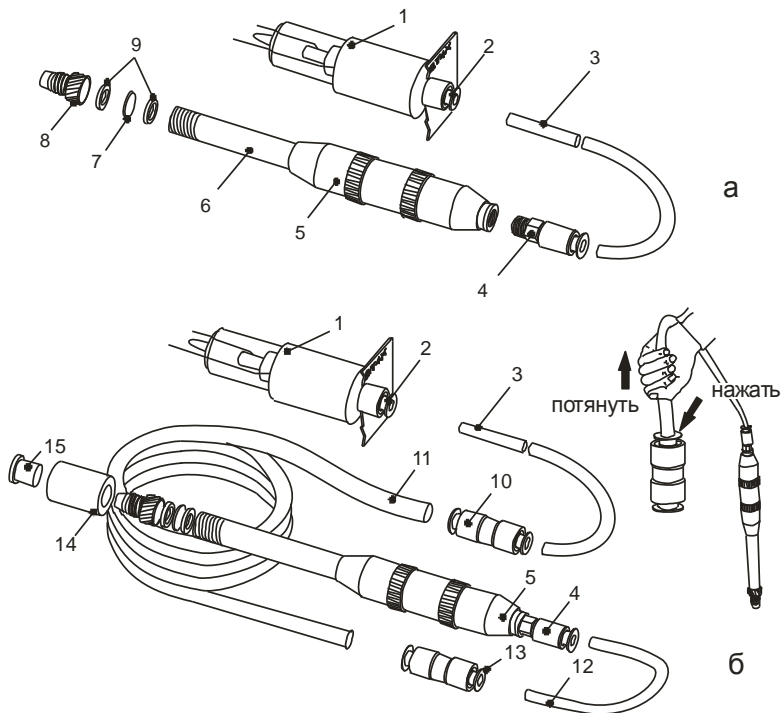

Рис. 4. Схема соединения элементов пробоотборника с газоанализатором (а) и элементов удлинителя с газоанализатором (б):
– отверните гайку 8, извлеките фильтр противопылевой 7 вместе с прокладками фторопластовыми 9 (см. рис. 4а);
– установите прокладки фторопластовые 9, новый фильтр противопылевой 7 в проточку гайки 8 в порядке, указанном на рис. 4а;
Устройство обеспечивает визуальный контроль появления жидкости в системе пробоотбора и устанавливается вместо переходника, соединяющего две фторопластовые трубки. Устройство представляет собой толстостенную стеклянную трубку, покрытую защитной пленкой. На входе и выходе трубки установлены фитинги для ее соединения с фторопластовыми трубками. На выходе устройства установлена специальная мембрана, препятствующая попаданию жидкости в трубку 3 (см. рис. 4б) пробоотборника. При намокании мембрана мгновенно увеличивает газовое сопротивление, останавливая поток воздуха, содержащий жидкость.
1.1. Установите устройство вместо переходника 10 (см. рис. 4б) в соответствии с маркировкой ВЕРХ и НИЗ на корпусе фильтра.
2.3. Для проверки чистоты устройства соедините выход устройства с трубкой 3 (см. рис. 4а), а вход – с фильтром-поглотителем и включите газоанализатор. Если показания газоанализатора не превышают 5 мг/м^3 , устройство считается пригодным к использованию. Если показания газоанализатора превышают 5 мг/м^3 , следует промыть фильтр повторно и заменить мембрану.